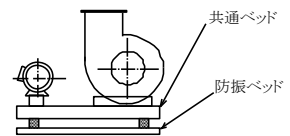

図 2 床置型（例）
(1) 床置型
- ① 十分な強度をもつコンクリート基礎に基礎ボルト（客先手配）をしっかりと埋め込み、防振ベッド（または共通ベッド）を水平に固定してください。（図2）